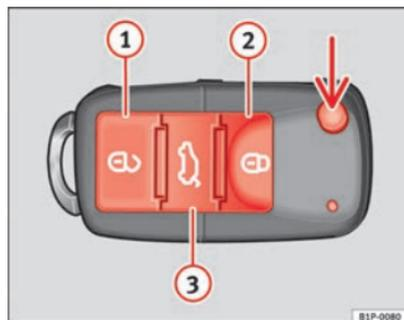

Fig. 46 Botões da chave com comando à distância
Com a tecla ⇒ Fig. 46 (seta) do comando, destranca-se o palhetão da chave.
Destrancagem do veículo ⇒ Fig. 46 .
Trancagem do veículo ⇒ Fig. 46 .
Destrancagem da porta do porta-bagagens. Pressione o botão ⇒ Fig. 46 até que todas as luzes indicadoras de mudança de direcção do veículo pisquem durante breves segundos. Ao premir o botão de destrancagem , dispõe de 2 minutos para abrir o porta-bagagens. Uma vez decorrido este tempo, será novamente trancado.
- Pressione o botão  ② ⇒ Fig. 46 do comando à distância.
- Pressione o botão  ① ⇒ Fig. 46 do comando à distância.
Para alterar o estado de trancagem/destrancagem, accione o botão  ou a tecla **1** ⇒ Fig. 46 da chave do comando à distância.